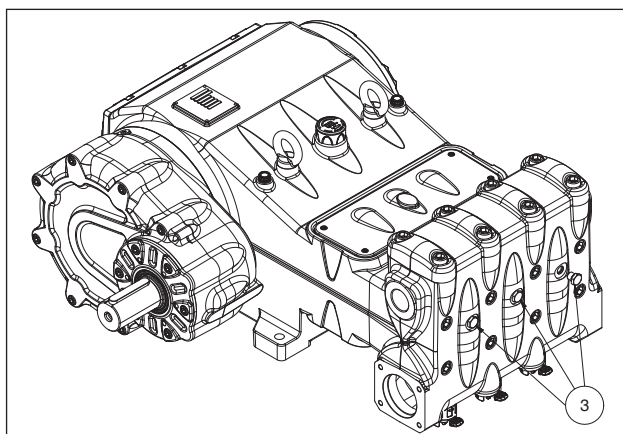

Fig. 11
Se ocorrerem problemas de iniciação devido a uma alimentação insuficiente é possível intervir, removendo as três tampas da parte da frente do cabeçote (exceto a versão MK240), conforme indicado na pos. ③ Fig. 11.